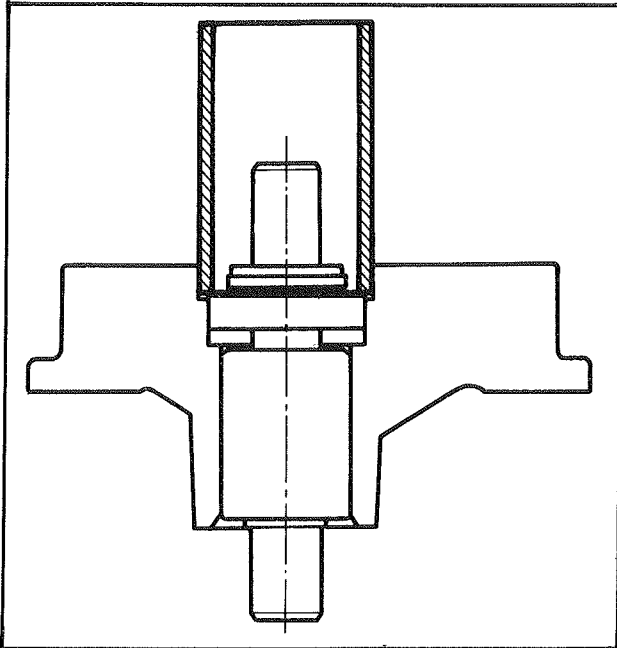

Fig. 6
- Emmancher le joint d'étanchéité avec un tube de \varnothing extérieur 39,8 mm (fig. 6)